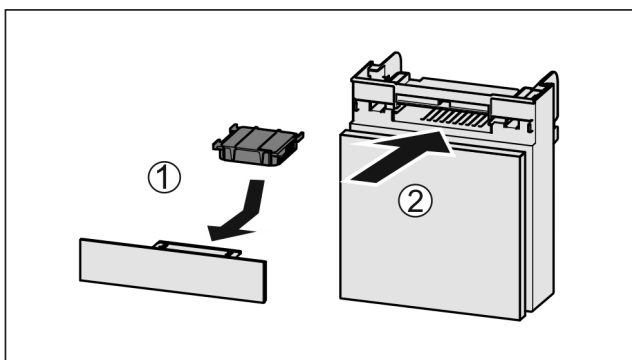

Fig. 64
- ▶ Insérer le filtre à charbon actif d'après le schéma Fig. 64 (1).
- ▶ Insérer le compartiment Fig. 64 (2).